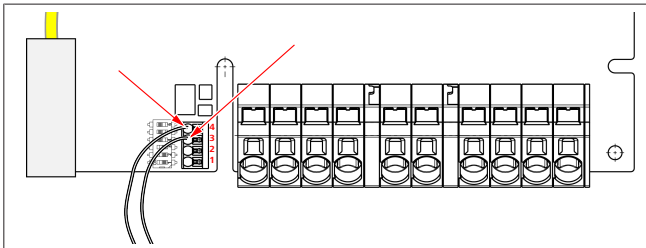

Fig. 9
O controlo da potência efetiva de acordo com a diretiva conforme a VDE AR-4100 deve ser ligado do seguinte modo: Ambos os cabos do recetor de telecomando centralizado ou do contacto isento de potencial devem ser conectados neste conector na posição 3 e 4 (ver Fig. 9). O posicionamento (sequência) de ambos os cabos na pos. 3 e 4 pode ser escolhido livremente (secção transversal máx. do cabo de 1,5 mm²).